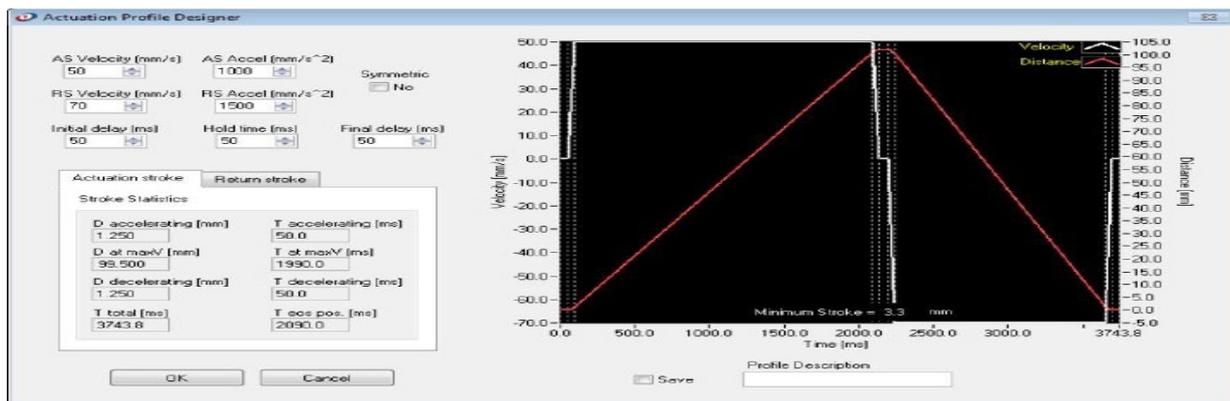

Figura 26. A caixa de diálogo *Actuation Profile Designer*.
- Note que conforme Figura 26, que a caixa de diálogo respectiva permite que se projete um novo perfil na opção *Design a New Profile* usando o modo *Using Auto Characterization Mode*. O eixo de velocidade e o curso mínimo serão atualizados automaticamente à medida que os controles são ajustados. Os eixos Distância e Tempo, entretanto, não são atualizados porque a distância percorrida do comprimento do curso é desconhecida até que a tarefa de caracterização automática seja executada. Se o Curso Mínimo for maior que o Comprimento do Curso determinado em tempo